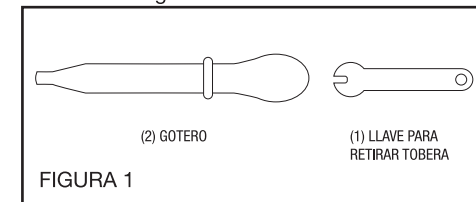

FIGURA 1
Junto con el aerógrafo se incluye: (1) Llave para aflojar la tobera, solo se recomienda retirarla si es que se va cambiar, **NUNCA LA RETIRE PARA LABORES DE LIMPIEZA PUEDE DAÑARSE.** (2) Gotero. Ver Figura 1